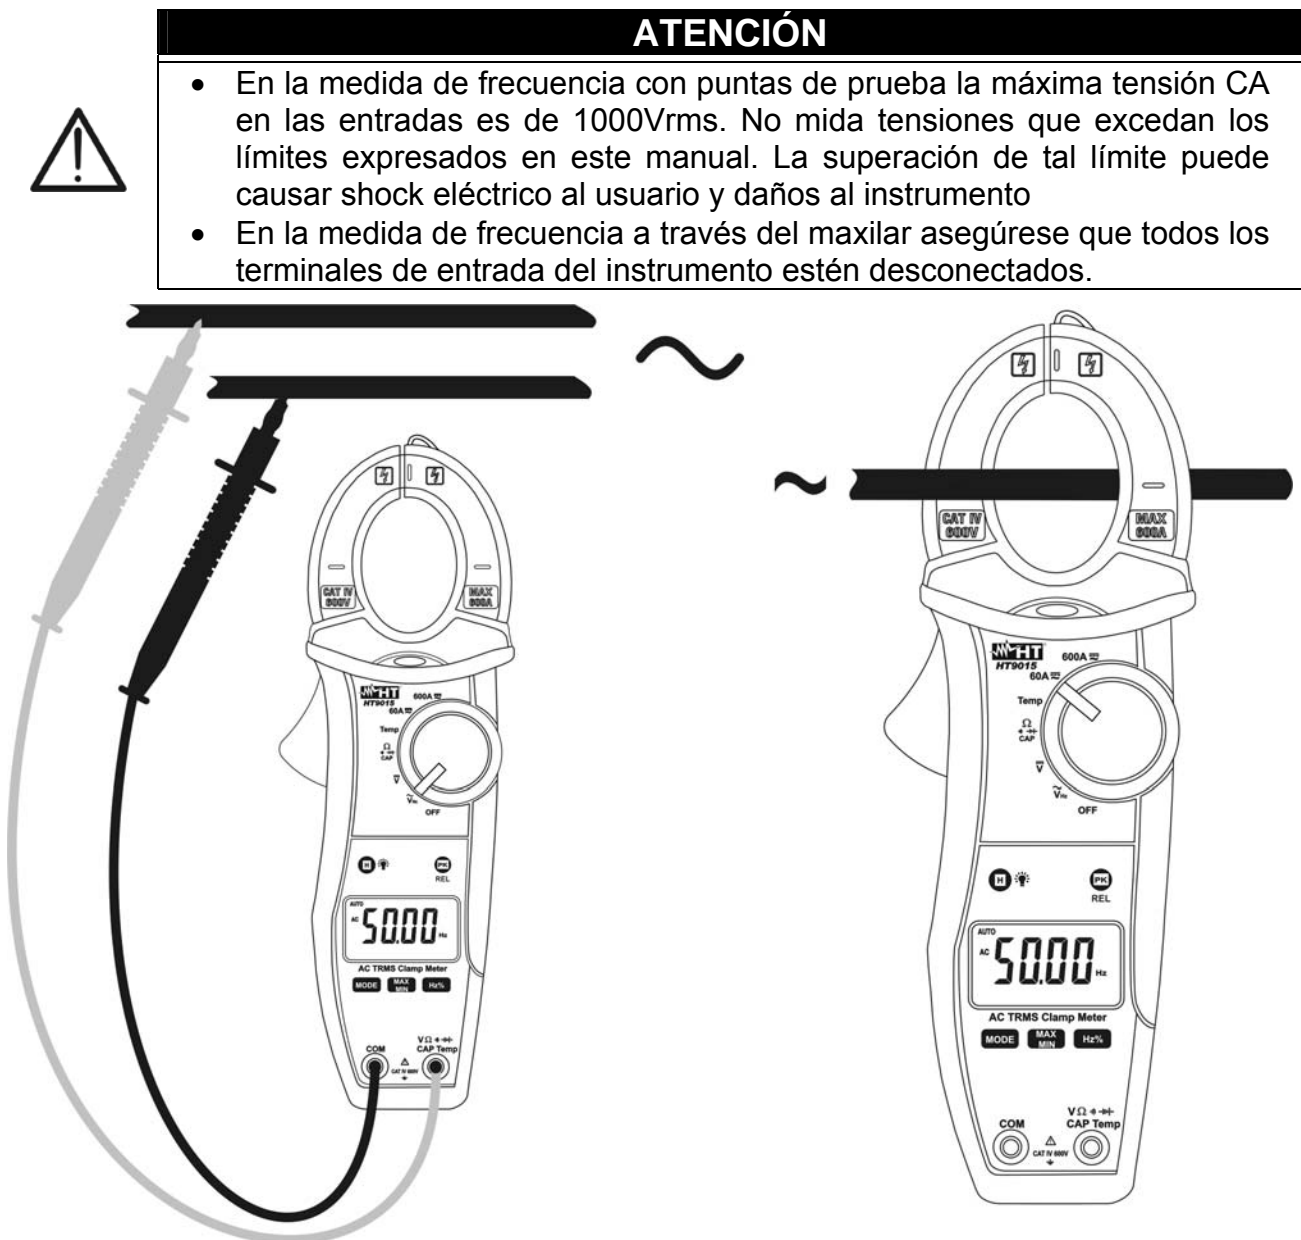

Fig. 10: Uso de la pinza para medidas de Frecuencia y Duty Cycle
3. Inserte el cable rojo en el terminal de entrada **VΩ)▶CAPHz%Temp** y el cable negro en el terminal de entrada **COM** (Fig. 10 – parte izquierda) para medidas de frecuencia con puntas. Inserte la pinza sobre el conductor (Fig. 10 – parte derecha) para medidas de frecuencia con maxilar. El valor de la frecuencia (Hz) o del duty cycle (%) es mostrado en el visualizador. En la medida de frecuencia y duty cycle la barra gráfica analógica está desactivada.